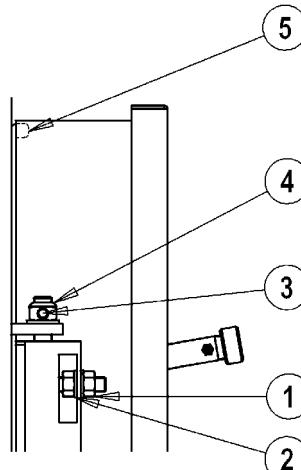

fig. 9
5.6.1 Per modelli MEGAPREX 92N÷600N (Fig. 9)